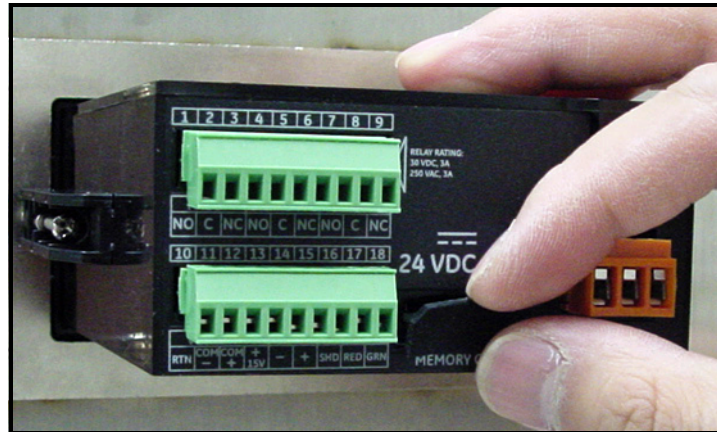

Figure 48: Abziehen der flexiblen Abdeckung
1. Der Speicherkartensteckplatz befindet sich im unteren mittleren Bereich der Rückwand des **dew.IQ**. Ziehen Sie die linke Seite der flexiblen Abdeckung ab. Die Abdeckung ist an der rechten Seite fixiert (siehe *Figure 48* und *Figure 49* unten).